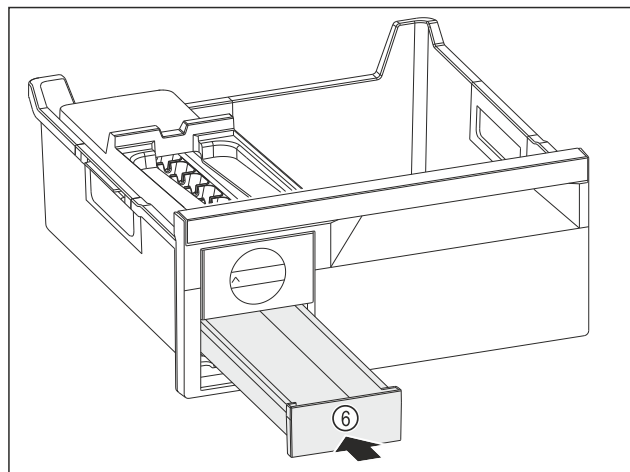

Fig. 79
- ▶ Inserați sertarul pentru cuburi de gheață Fig. 79 (6).